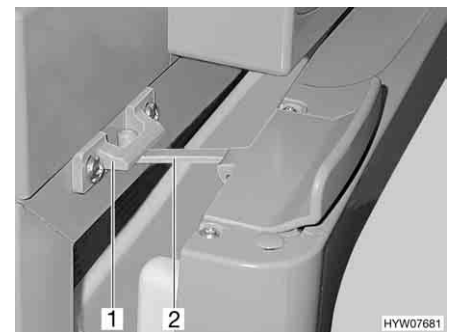

Fig. 236 Porte du réfrigérateur en position de ventilation (Thetford)
- Ouvrir le verrouillage (Fig. 236,2) et l'enclencher dans le logement de verrouillage (Fig. 236,1). La porte du réfrigérateur reste ainsi légèrement ouverte.